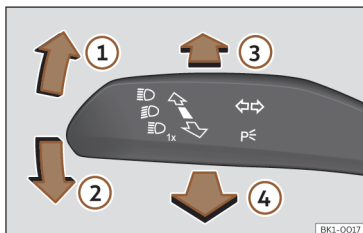

Fig. 104 Manípulo dos indicadores de mudança de direção e dos máximos (conforme versões).
- A partir da posição base, pressione para a frente o manípulo dos indicadores de mudança de direção e de máximos >>> Fig. 104 .
- **OU:** se o assistente de máximos estiver ligado, puxe para trás o manípulo dos indicadores de mudança de direção e de máximos >>> Fig. 104 .